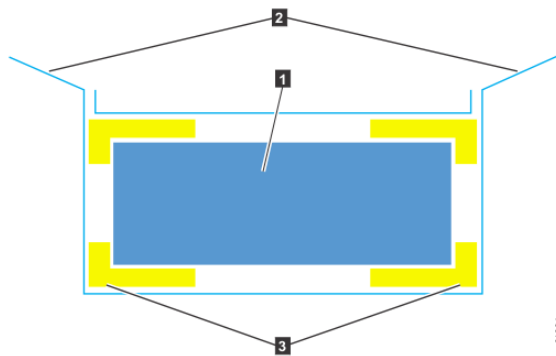

Рисунок 50. Упаковочные материалы
3. Надрежьте углы коробки и загните их вниз, чтобы открыть корпус расширения (см. Рисунок 50 на стр. 54).